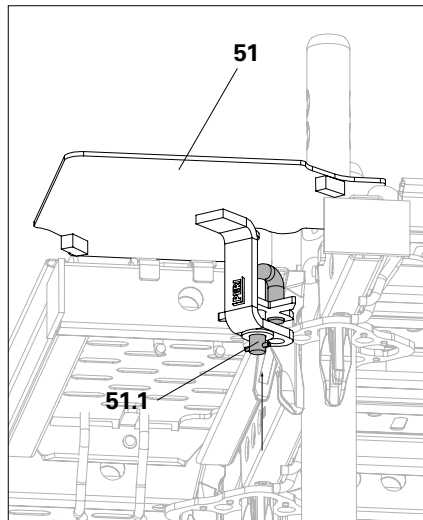

Abb. A7.05a
4. Bolzen des Inneneckblech EDP (**51.1**) hochschieben. (Abb. A7.05a)